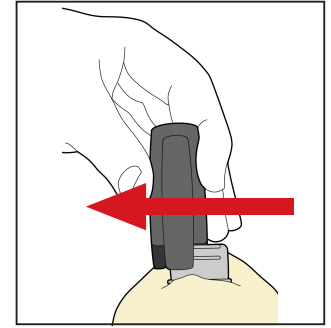

Abb. 13
7. Nachdem die Maske vollständig ausgehärtet ist, entfernen Sie den IntegraBite Applikator von der Bissplatte, indem Sie ihn nach rechts oder links schieben (Abb. 13).